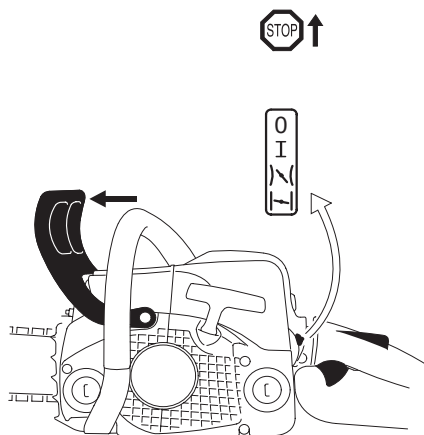

Рис.12. Положение комбинированного рычага при запуске
5. Рычаг блокировки рычага газа 18 (Рис. 1) и рычаг газа нажать одновременно и, удерживая оба рычага нажатыми, переместить комбинированный рычаг в положение закрытой воздушной заслонки  (Рис. 12).